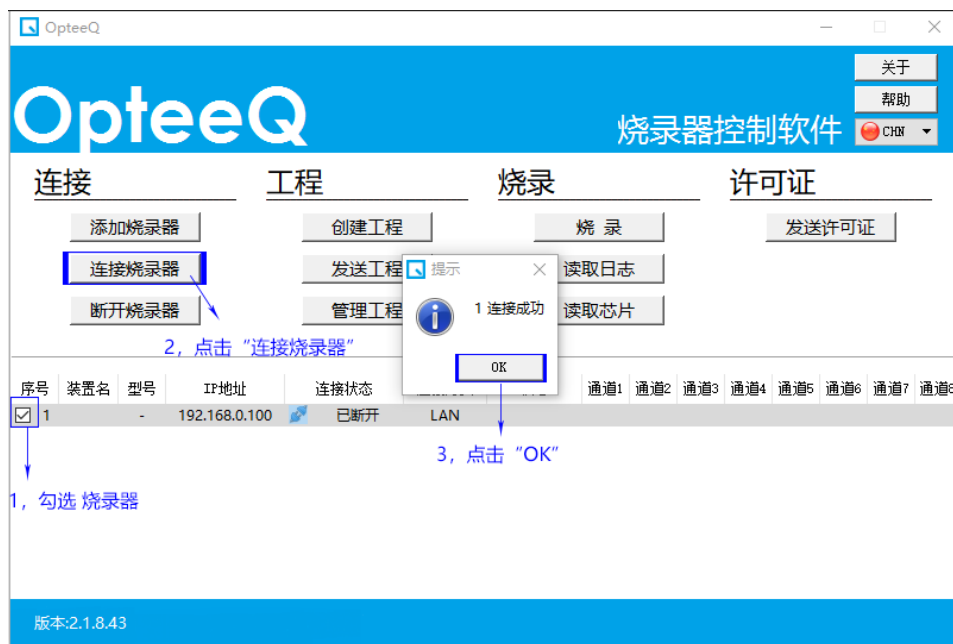

图4.9 连接烧录器
1) 烧录器通过网线与PC机连接的，首先要确定章节4.3、4.4.1都按步骤操作过了，即已经操作过“添加烧录器(网络接口)”和“设置计算机网络的IP地址”，然后在“连接烧录器”之前，在烧录器软件主界面，勾选序号下面的烧录器，最后点击“连接烧录器”按钮，如图4.9所示。